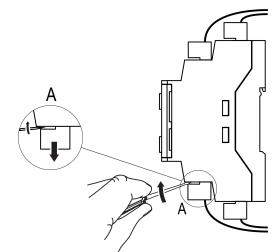

Рисунок 3 – Відокремлення змінних частин клем
- Відокремити від пристрію змінні частини кожної з клем разом з підмікненими зовнішніми лініями зв'язку за допомогою викрутки або іншого відповідного інструменту (див. рисунок 3).